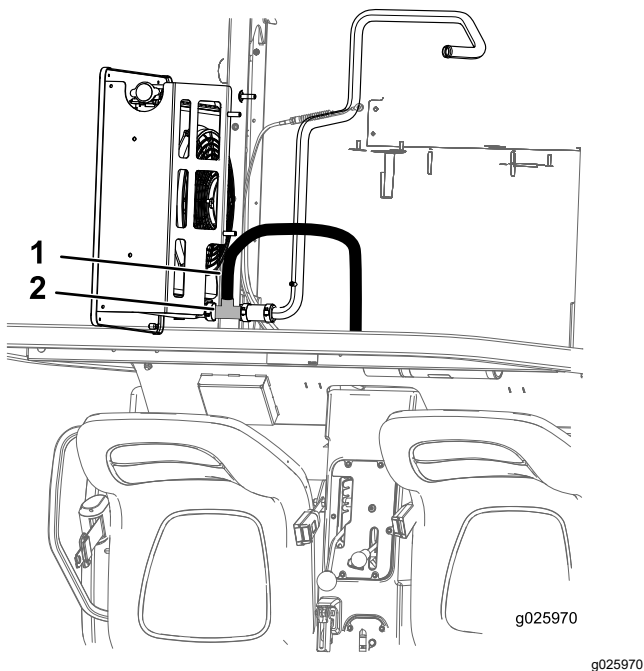

Figura 10
4. Corte o tubo inferior do radiador e ligue o encaixe em T em cada extremidade cortada do tubo inferior do radiador com os 2 grampos de tubo largo (Figura 10).